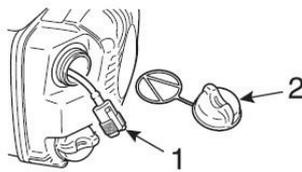

Fig. 18
**ATTENZIONE!** Se il motore della motosega facesse fatica ad avviarsi, controllare il filtro del carburante (Fig. 18-①) e qualora fosse ostruito sostituirlo.
1. Svitare il tappo del serbatoio del carburante (Fig. 18-②).
2. Estrarre il filtro del carburante (Fig. 18-①) dal serbatoio con un uncino metallico.
3. Filtro del carburante ostruito	3. Sostituire il filtro del carburante (Fig. 18-①) con uno nuovo (vedi paragrafo "FILTRO DEL CARBURANTE")